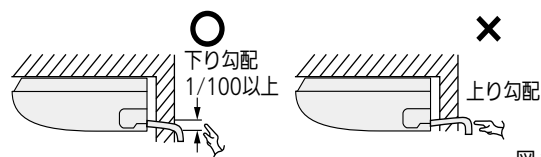

図19
- ドレン配管は必ず下り勾配(1/100以上)とし、トラップのできる配管は絶対しないでください。上り勾配およびトラップ配管の場合にはドレンパンに水がたまり、水漏れや水飛び、騒音発生の原因になります。(図19)